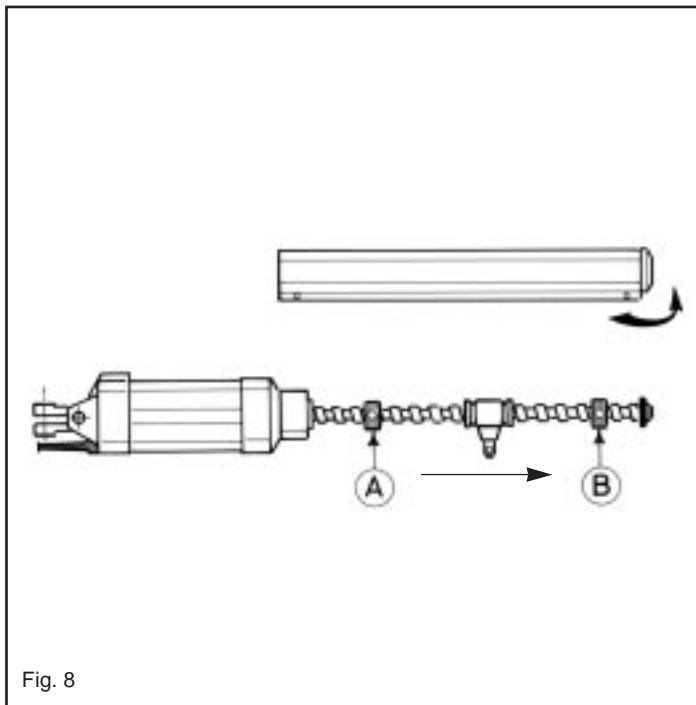

Fig. 8
Per accedere alle ghiera si deve sfilare il carter copri vite agendo come da schema nel senso della freccia (Fig. 8).
Pour accéder aux colliers, il est nécessaire d'oter le carter de protection vis en agissant selon les indications du schema, dans le sens de la fleche (Fig. 8).
To adjust the nuts you have to remove the screw-cover and you must turn it in the sense of the arrow shown as in the scheme (Fig. 8).
Mit dem Motor STAR ist es nicht notwendig, Endanschläge am Torträger oder anderswo zu fixieren, weil dieser Motor im Inneren mit einstellbaren Anschlagnutmutter ausgestattet ist, die sowohl beim Öffnen wie beim Schließen reagieren. Um die Nummerte einzustellen muß Sie das Gehäuse der Schraubenabdeckung abnehmen und diese wie in der Abbildung im Sinne des Pfeils drehen (Abb. 8). Um die erwünschte Öffnungsweite einzustellen genügt es, die Nummerte (A) zu verstellen und sie mit Hilfe eines Imbusschlüssels an der Mutterschraube festzuziehen. Um die erwünschte Schliesselweite einzustellen, muß Sie die Nummerte (B) verstellen. Beachten Sie dabei, daß sich der Torantrieb muhelos vor der Torbefestigung abkuppelt.